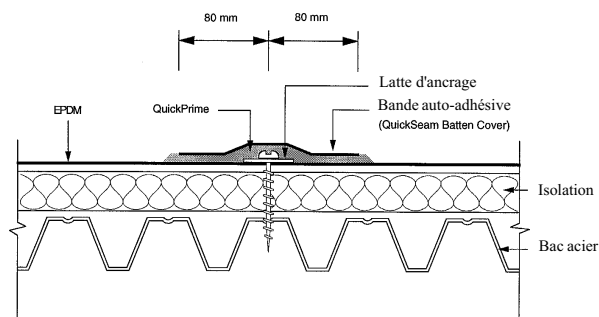

Fig. 5
4.3.3.1 Système de fixation "MAS" (fig. 5)